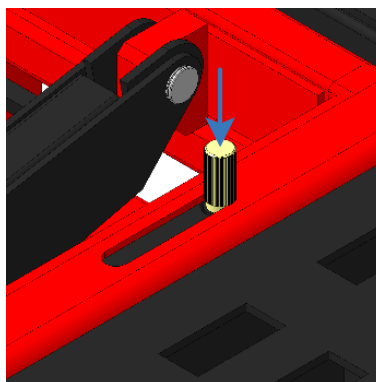

Рисунок 39
- Отпустите ручку. Ручка должна полностью опуститься и зафиксировать положение задвижки (рисунок 39).